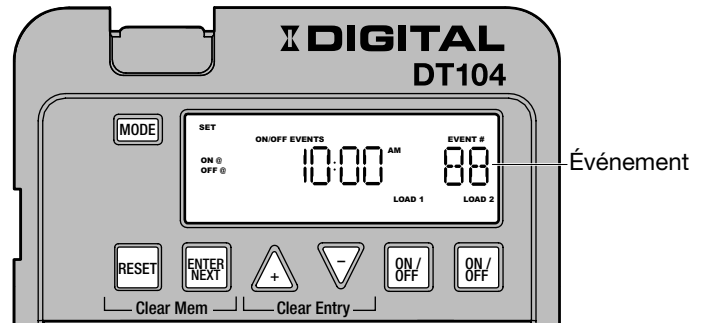

FIG. 9 Réglage des événements On/Off (Activé/Désactivé)
1. Si nécessaire, appuyez à plusieurs reprises sur le bouton **MODE** jusqu'à ce que les mots SET ON/OFF EVENTS (RÉGLER DES ÉVÉNEMENTS ACTIVÉ/DÉSACTIVÉ) et EVENT 01 (ÉVÉNEMENT 01) (ou le numéro d'événement disponible suivant) apparaissent à l'écran. Voir FIG. 9.